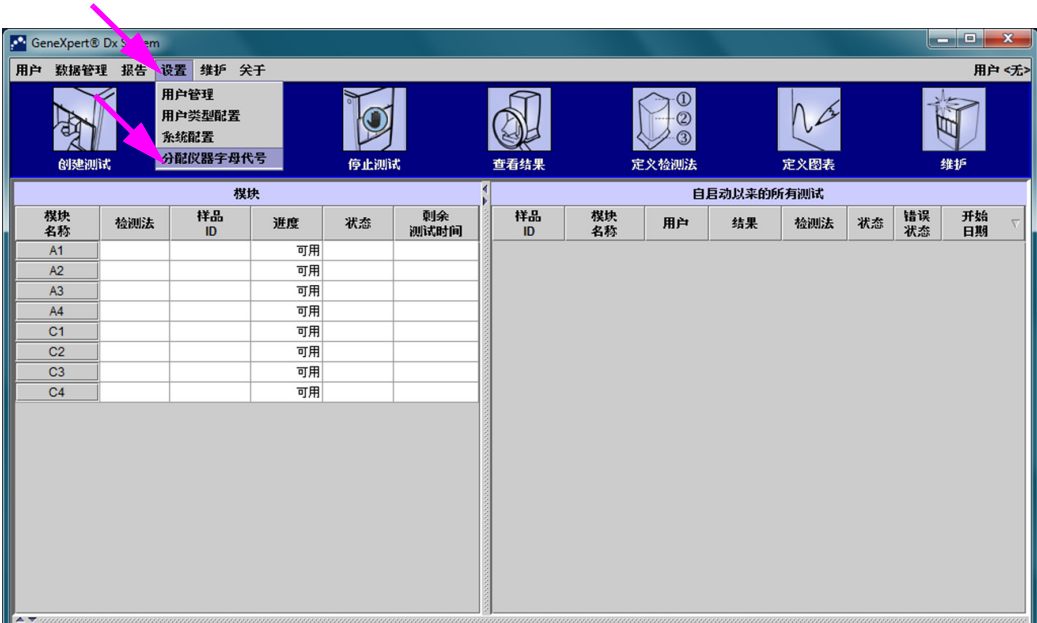
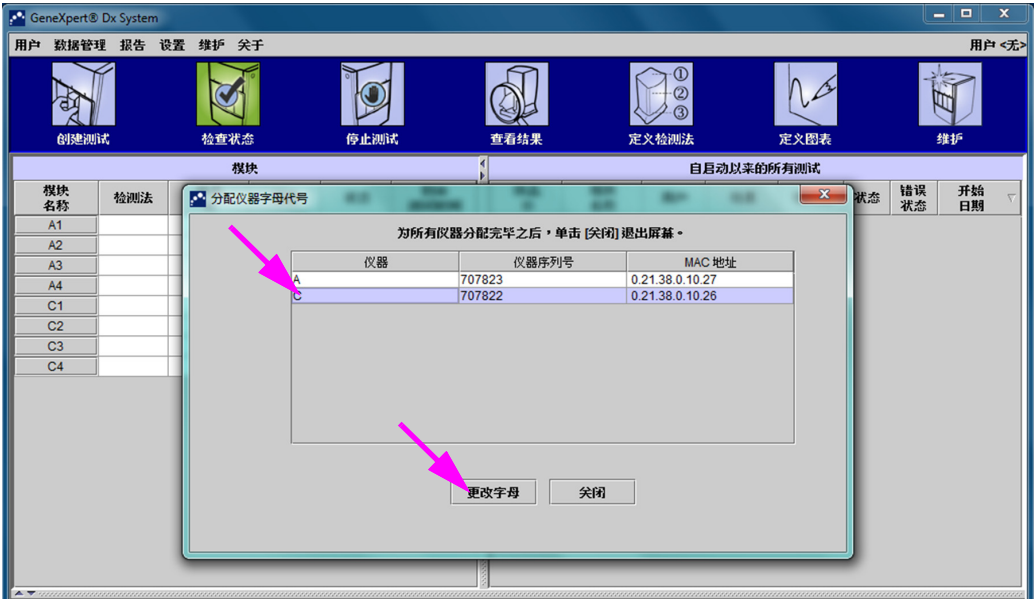

图 2-66. 显示 “设置” 下拉菜单的 “GeneXpert Dx System” 窗口
图 2-67. 显示 “分配仪器字母代号” 叠加对话框的 “GeneXpert Dx System” 窗口
3. 要确保字母代号分配与 GeneXpert GX-XVI 仪器相匹配，请单击 “GeneXpert Dx System” 窗口菜单栏中的**设置**（参见图 2-66），然后从下拉菜单中选择**分配仪器字母代号**。出现 “分配仪器字母代号” 对话框（参见图 2-67）。同时，构成所选象限的四个模块的绿色 LED 指示灯会闪烁。
4. 要更改分配字母代号，请单击选择要更改的仪器，然后在 “分配仪器字母代号” 对话框中单击**更改字母**（参见图 2-67）。
6. 单击**关闭**以关闭 “分配仪器字母代号” 对话框（参见图 2-67）。